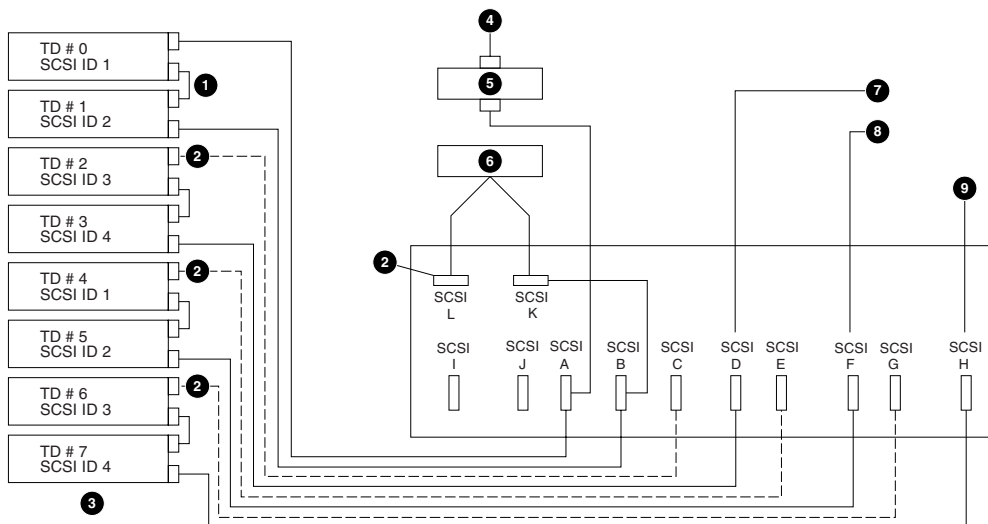

Figura 18: Configurazione predefinita dei collegamenti (libreria a 8 unità)
3. Verificare che tutte le terminazioni e i cavi SCSI interni si trovino nella posizione corretta (ovvero quella predefinita). Vedere la Figura 18.